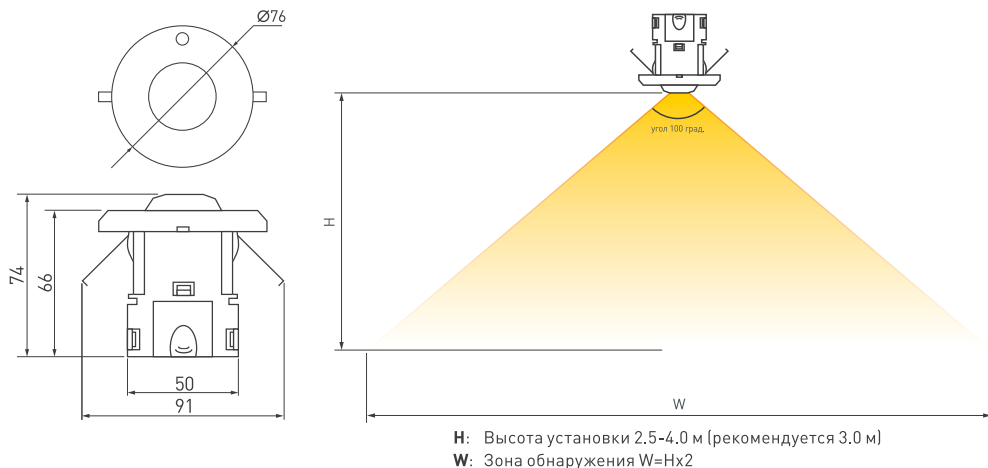

Рисунок 1. Установочные размеры и размер зоны обнаружения.
- 3.3. Закрепите датчик в месте установки (см. Рисунок 1).